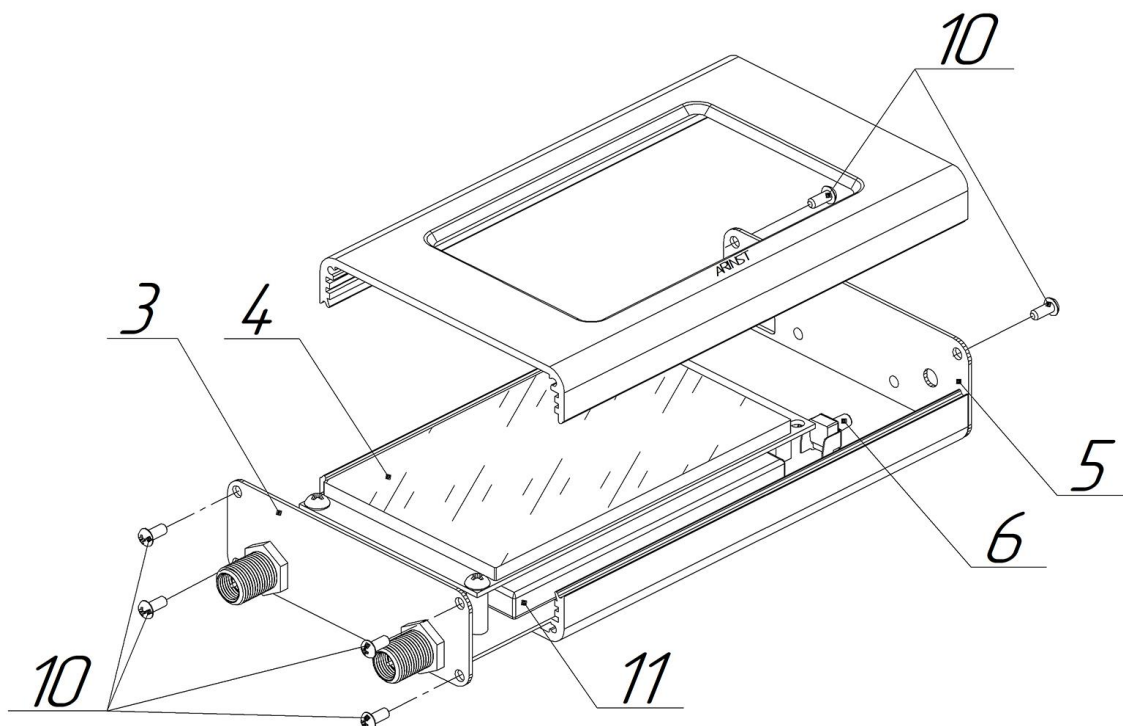

Рисунок 11.1 – Разборка корпуса прибора
11.3.4. Вывинтите 4 винта (10) панели высокочастотных разъемов (3). Затем вывинтите 2 верхних винта (10) панели индикации (5). (Рисунок 11.1).